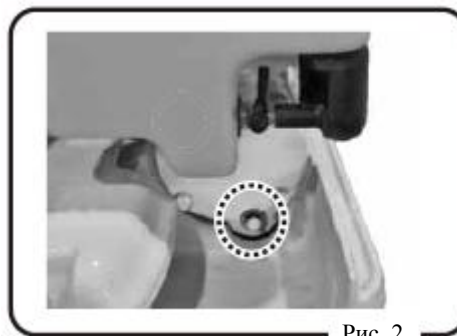

Рис. 2
6. Поставьте машину на ровную поверхность и извлеките масляный щуп. Проверьте уровень масла. Используйте SAE10W-30. Рекомендуемый объем масла: 200 см³. Отверните пробку виброустановки и проверьте уровень масла. Убедитесь, что масло находится на одном уровне с отверстием под пробку. Выполняйте замену масла ежемесячно или каждые 200 ч эксплуатации (см. рис. 2).